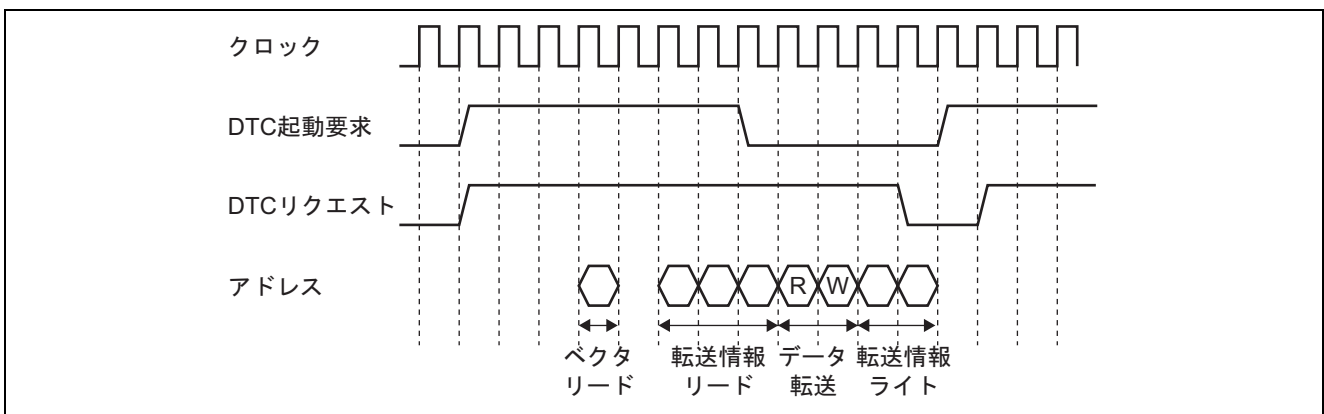

図5 タイミング
- 図5に転送情報ライトバックスキップのタイミングを示します。